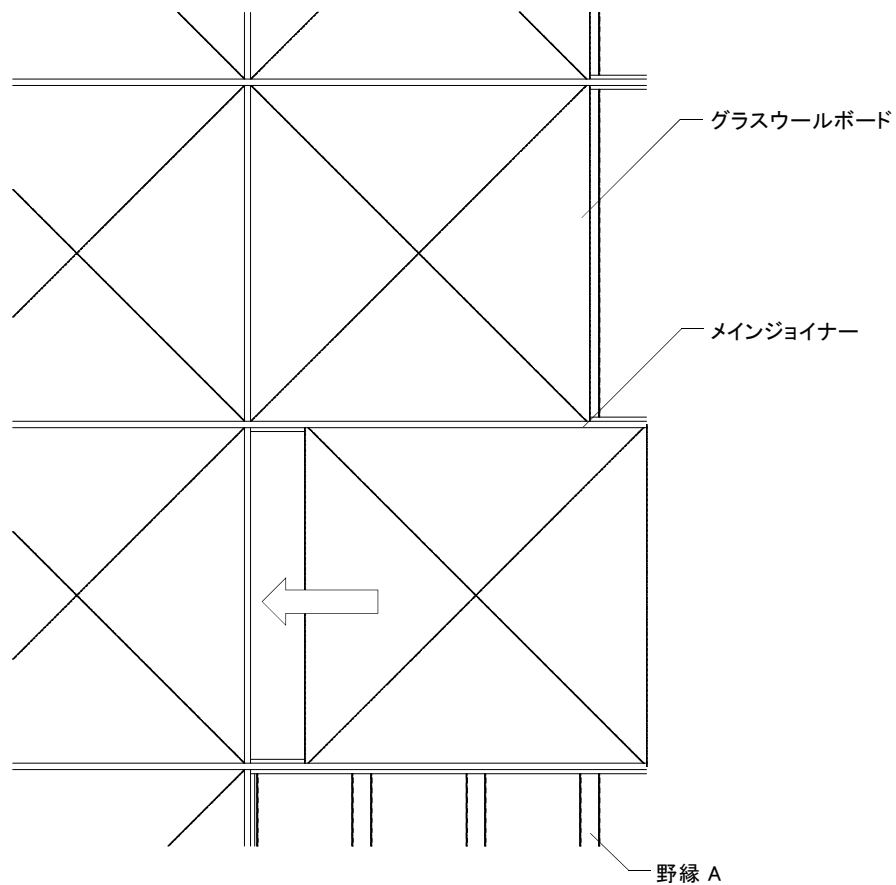

図 2-5-1 グラスウールボードの取付け①
①グラスウールボードをメインジョイナーに挿し込む。(図 2-5-1 参照)